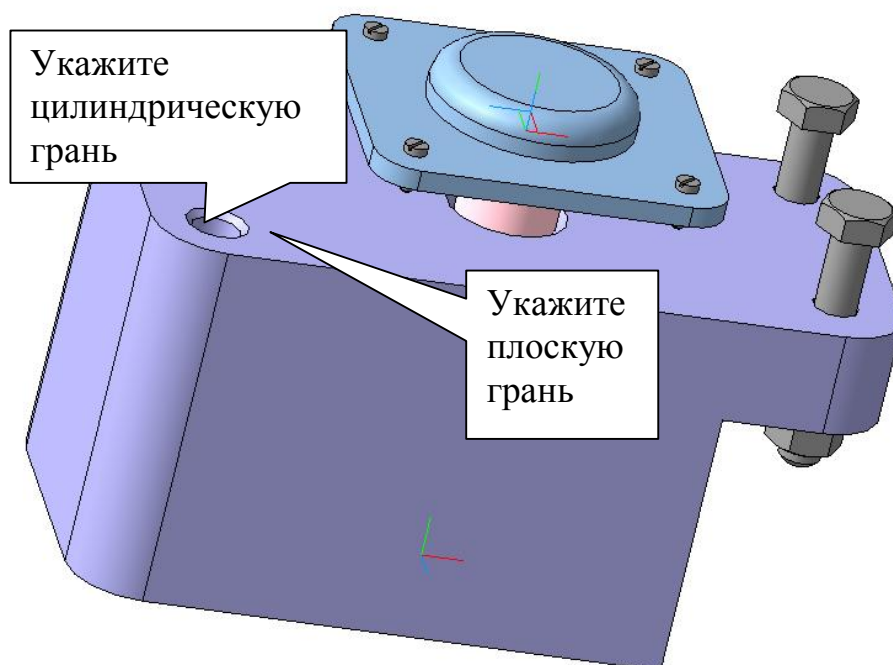
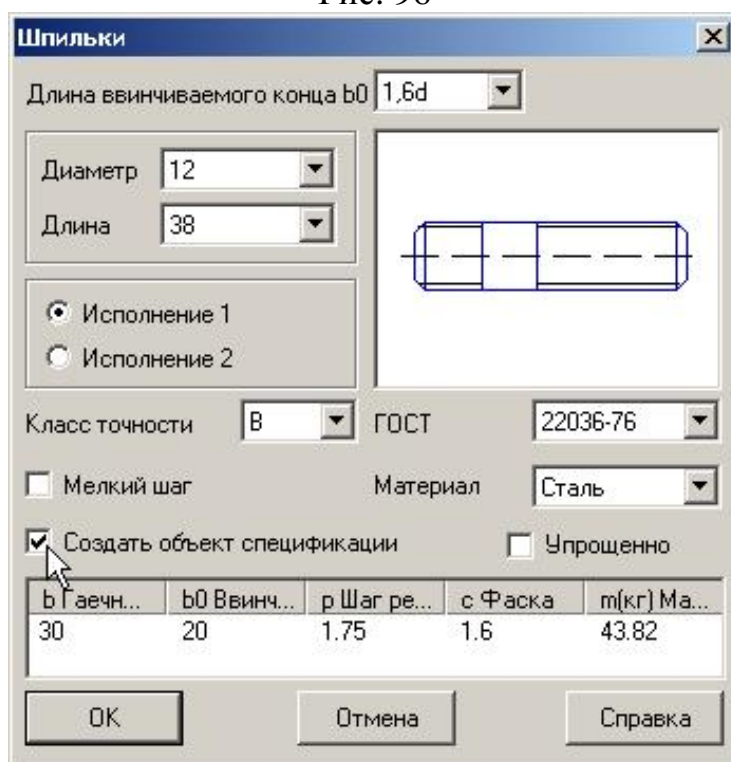

Рис. 96
Рис. 97
- 3) Для выполнения шпилечного соединения укажите деталь «Плита» и скройте ее, рис. 96. Выберите шпильку М12×38 ГОСТ 22036-76, рис. 97. Проставьте маркер напротив опции **Создать объект спецификации**.
Для создания сопряжений укажите поверхности согласно рис. 96. В дереве построения выполните команду **Показать** для детали «Плита»